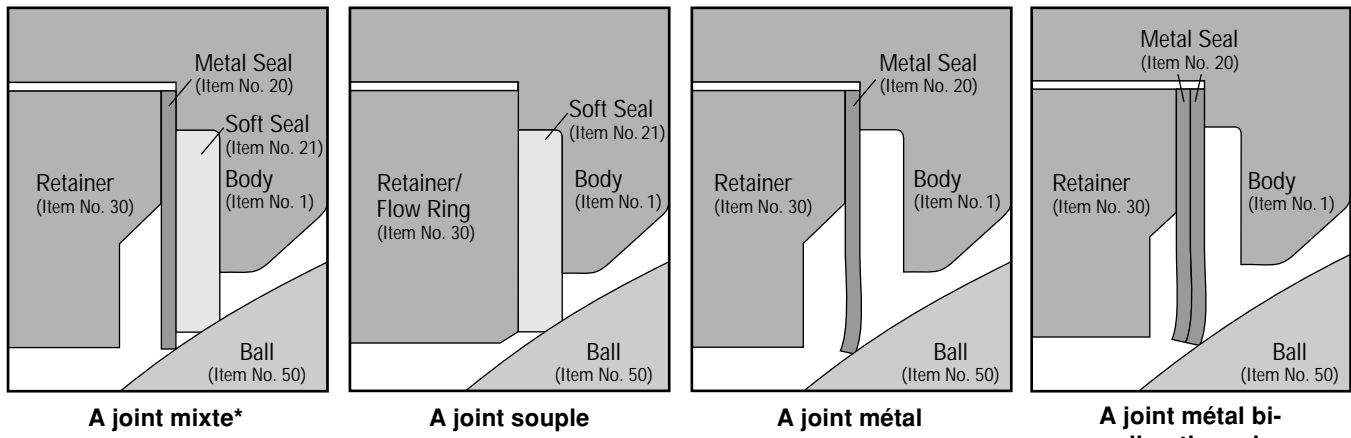

Figure 4 : Différentes configurations du siège de vanne
13. Remplacez le joint souple et / ou le / les joint(s) métallique(s), selon le cas, en fonction du type d'application. (Reportez-vous à la Figure 4.)